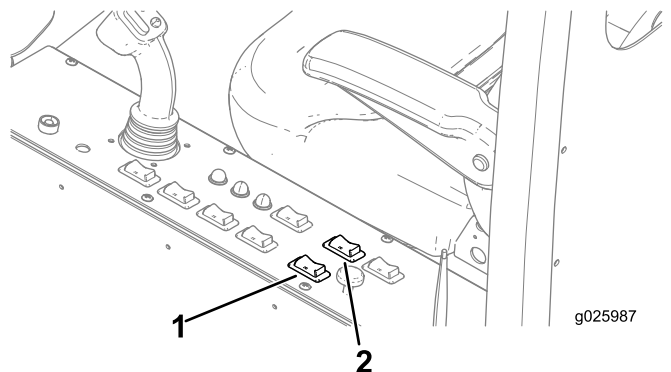

Figura 50
1. Presione hacia atrás sobre el interruptor BASCULANTE DE GIRO (hasta que se detenga la cabina) para girar la cabina a la posición de PERFORACIÓN (Figura 50).
2. Presione hacia atrás sobre el interruptor BASCULANTE DE ROTACIÓN para rotar la cabina a la posición deseada de perforación (Figura 50).
1. Presione hacia adelante sobre el interruptor BASCULANTE DE ROTACIÓN (hasta que se detenga la cabina) para rotar la cabina a la posición de TRANSPORTE (Figura 50).
2. Presione hacia adelante sobre el interruptor BASCULANTE DE GIRO (hasta que se detenga la cabina) para girar la cabina a la posición de TRANSPORTE (Figura 50).